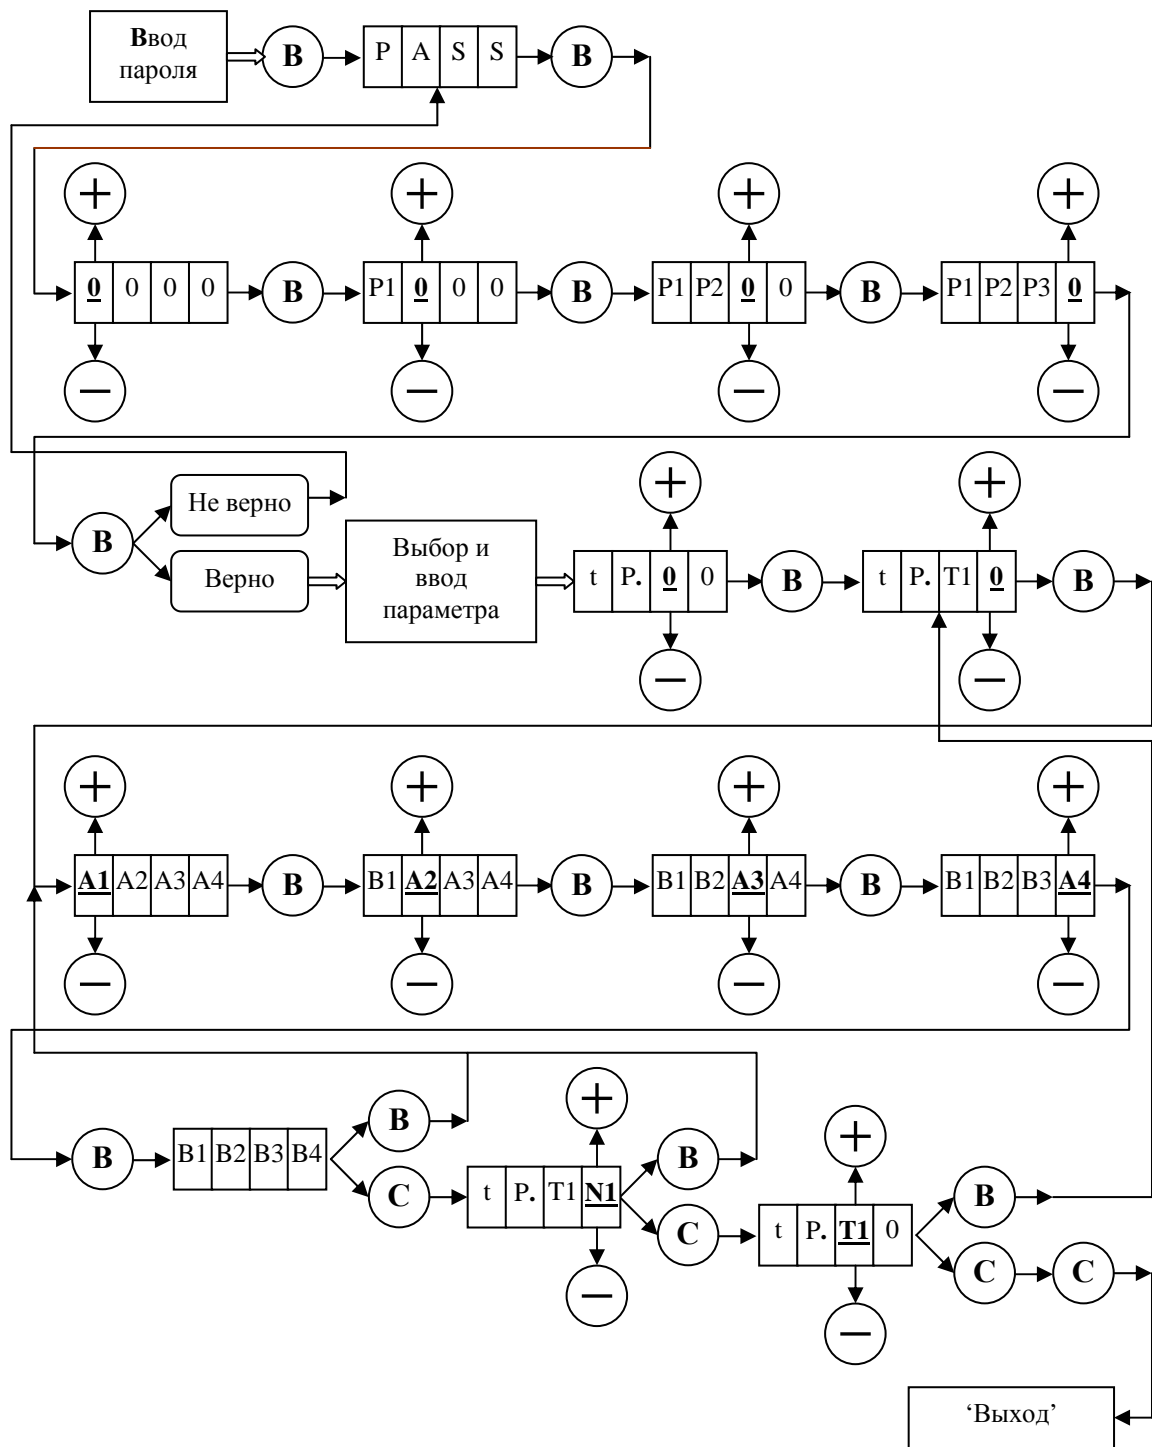

Рис. 3. Ввод параметров БУАД и УСНА с помощью клавиатуры.
3.5.5.10. **Un_P** – пункт меню 1 уровня – редактирование параметров *Устройства*. Этот пункт меню подробно рассмотрен при описании режима ‘*Редактирование параметров УСНА*’. Диаграмма ввода параметров *Устройства* аналогична диаграмме ввода параметров БУАД и изображена на **рис.3**.
3.5.7.3. На **рис. 3** изображена диаграмма ввода параметров с помощью клавиатуры, где кружки с соответствующими надписями обозначают кнопки клавиатуры, причем буква **В** обозначает **ВВОД**, а буква **С** – **СБРОС**.